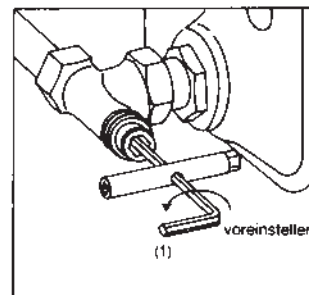

Bild 2
- 1.3 Поворачивая шестигранный ключ № 4 (1) влево на выбранное из диаграммы число оборотов, настроить вентиль (рис. 2).
- 4.5 Шестигранным ключом № 4 (1), поворачивая его влево до упора, открыть тарелку вентиля (рис. 2). Удалить воздух из отопительного прибора.